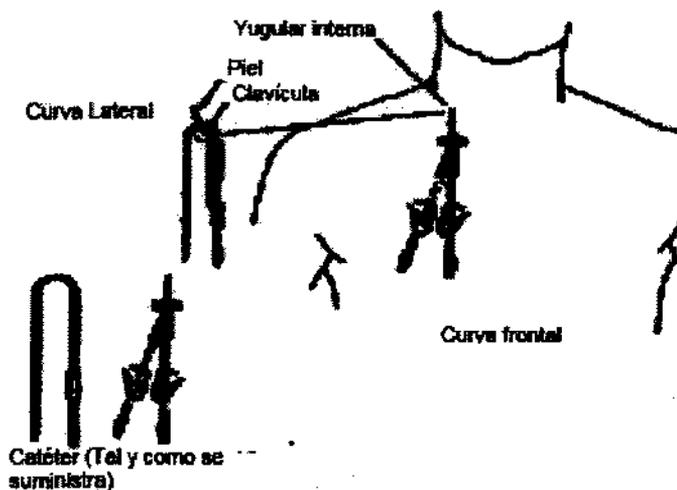

Figura 3.3.1: Inserción den la yugular interna.
4. Preparar el dispositivo de avance para la guía tal y como se muestra en la Figura 3.3.1.